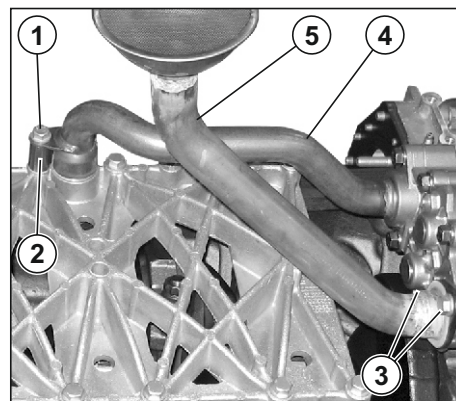
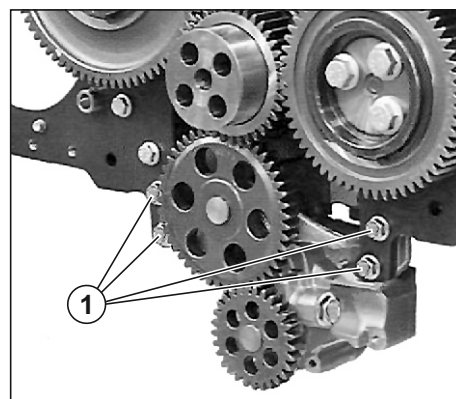

Рис. 35. Снятие патрубков насоса масляного.
Рис. 36. Снятие насоса масляного.
1. Отвернуть болт (1) (310117) патрубка маслоподводящего (см. Рис. 35) и снять втулку (2) (650.1011378).
2. Снять патрубок маслоподводящий (4) (650.1011350 - в сборе) от насоса масляного к блоку цилиндров.
4. Отвернуть болты (3) (310114) крепления патрубка маслозаборного .
5. Снять патрубок маслозаборный (5) (650.1011398).
7. Отвернуть болты (1) (310038) крепления насоса масляного (см. Рис. 36).